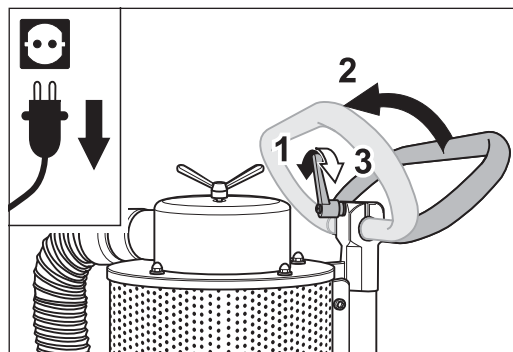

Fig. 33 Para inclinar la máquina afloje primeramente la palanca de sujeción y desplazar hacia adelante el asidero.
- 3 Afloje la palanca de sujeción del asidero y póngalo hacia adelante y vuelva a retener la palanca de sujeción (Fig. 33).